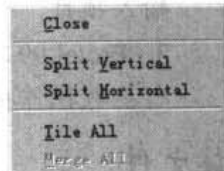

图 1-11 视图选项卡弹出菜单
- (1) 将光标移动到准备关闭的文档标签上, 按下鼠标右键, 弹出如图 1-11 所示的快捷菜单。
- (2) 执行 Close 命令。系统将关闭当前活动的文件或文件夹, 同时其选项卡也消失。